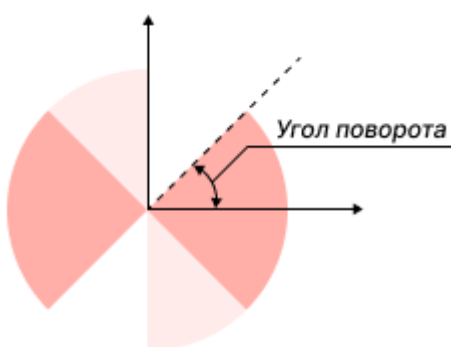

Рис. 167 Поворот апертуры
- Угол поворота – величина угла поворота горизонтальной осевой линии апертуры против часовой стрелки, значение может быть задано в диапазоне 0 – 359° с шагом 1°, см. Рис. 167.